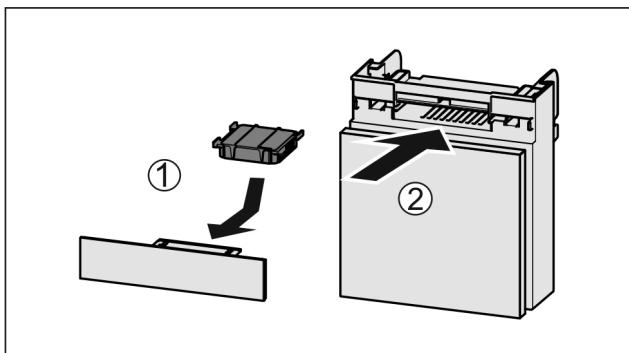

Fig. 138
- Vložte aktívny uhlíkový filter podľa obrázka Fig. 138 (1).
- Zasuňte zásuvku Fig. 138 (2).